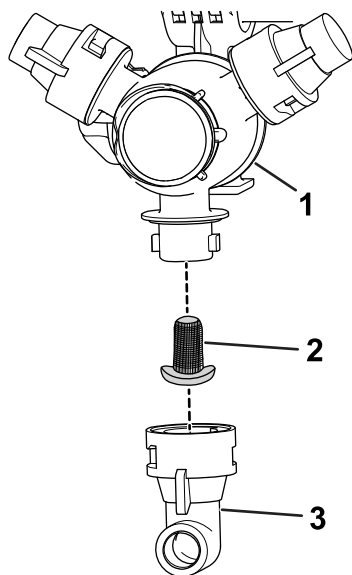

図 90
2. タレットからノズルを外す 図 90。
3. ノズルフィルタを取り外す 図 90。
5. ノズルフィルタを取り付ける 図 90。
6. タレットにノズルを取り付ける 図 90。